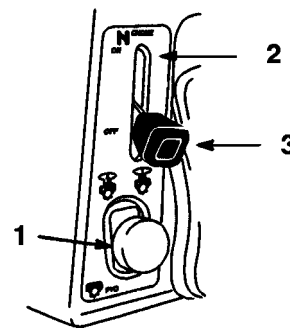

Figure 4
4. Placer la manette de starter sur "ON" (MARCHE) (Fig. 4).
6. Tourner la clé de contact dans le sens horaire et la garder à la position START (DEMARRAGE) (Fig. 4). Relâcher la clé quand le moteur démarre.
7. Quand le moteur a démarré, mettre le starter sur "OFF" (Fig. 4). Si le moteur cale ou hésite, ramener le starter sur "ON" pendant quelques secondes. Ramener ensuite la commande sur FAST. Renouveler l'opération le cas échéant.
1. Mettre la commande des gaz sur SLOW (LENT) (Fig. 4).